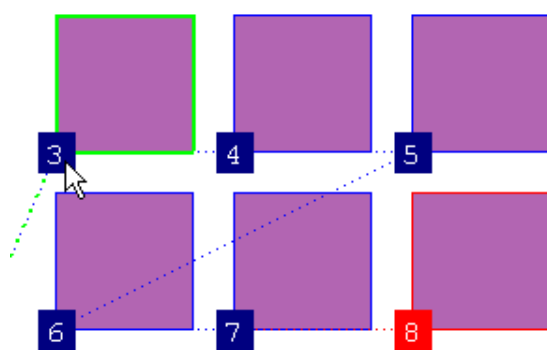

рис.8
- укажите первый переход группы (рис.8);